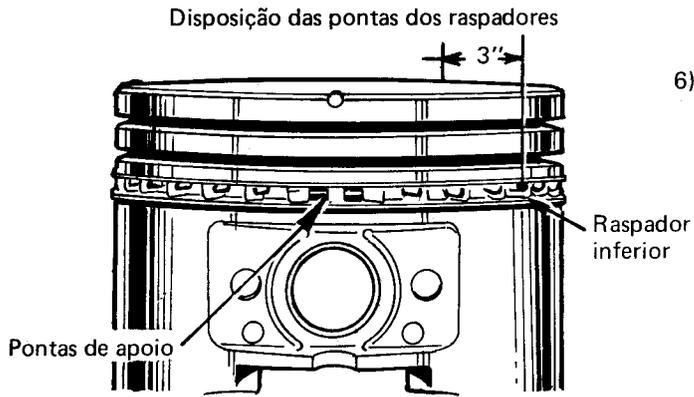

Fig.57 – Instalação correta do anel do óleo
- 4) No motor de 318 polegadas cúbicas as travas do anel espaçador de óleo devem ser montadas sobre o furo que se encontra dentro da canaleta do anel de óleo, no êmbolo (conforme Fig.57).
5) Posicionar as pontas dos anéis raspadores do óleo, no lado interno do êmbolo como mostrado na Fig.57.